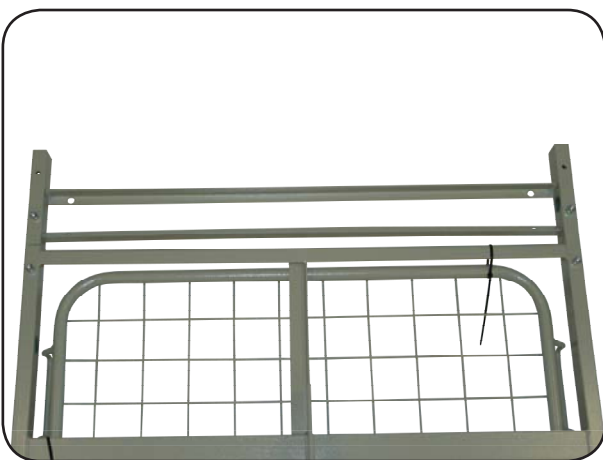

Abb. 6.6.07 – Bettverlängerung in Liegeflächenrahmen des Fußteils montiert
12. Drehen Sie zwei Zylinderkopfschrauben in die Bohrungen und ziehen Sie anschließend die zwei Zylinderkopfschrauben mit dem beiliegenden Innensechskantschlüssel (6 mm) fest (Abbildung 6.6.07).